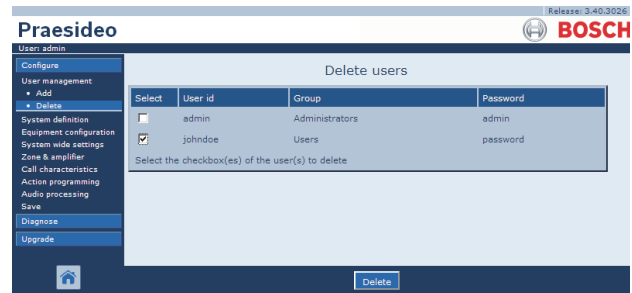

abbildung 42.6: Benutzer löschen, Schritt 2
- 2 Aktivieren Sie das Kontrollkästchen vor dem zu löschenden Benutzerkonto (siehe abbildung 42.6).